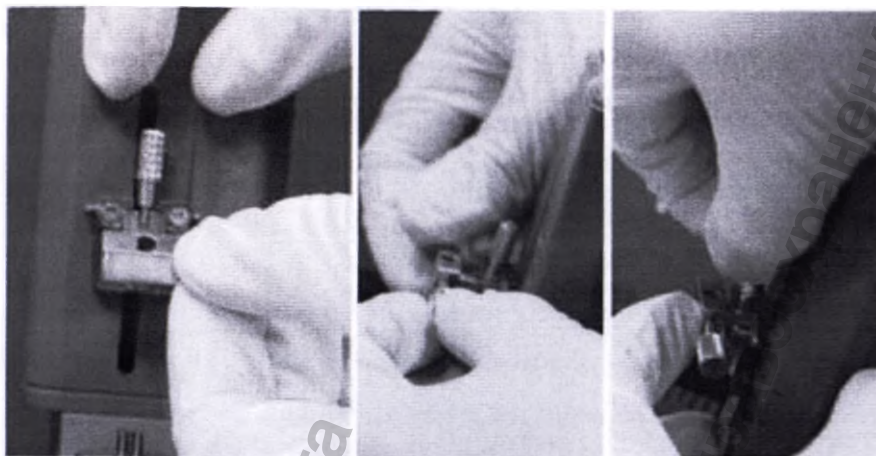

Рисунок 75: Установка направляющей держателя глубинного электрода DBS
4. установите направляющую держателя глубинных электродов (DBS) в устройство погружения электродов и зафиксируйте её винтом. Её установка и фиксация производится так же как установка и фиксация держателя электродов (рис. 75).